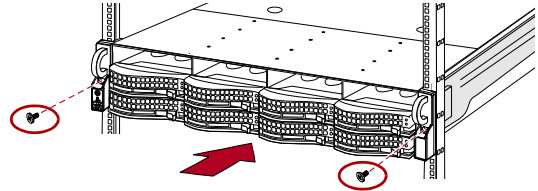

Figure 10. Montage de la baie d'extension sur le rack
- Vissez les collerettes de la baie d'extension sur le rack à l'aide des **deux vis** fournies (Figure 10).